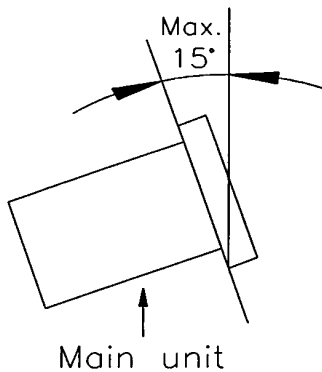

Fig. 1
- El reproductor trabajara normalmente cuando la unidad principal este montada con el panel delantero dentro de 15 grados del plano vertical. Si la unidad esta inclinada excesivamente, entonces los discos no pueden ser cargados o descargados correctamente. (Fig. 1)